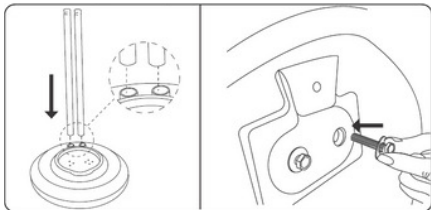

Abb. 1
1. Richten Sie die beiden Stützrohre an den Löchern im Sockel aus und befestigen Sie sie dann von unten mit den mitgelieferten Schrauben. (Abb. 1).